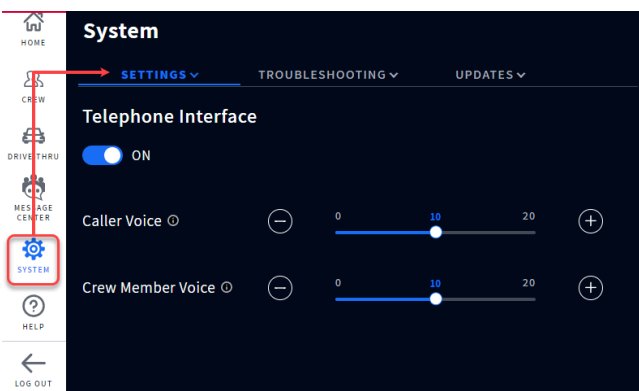

Fig. 12.4
2. Connectez-vous à la station de base et allez sur Système>Paramètres. Sélectionnez Interface téléphonique dans la liste déroulante, (Fig. 12.4). Mettez l'interrupteur en MARCHE et, si nécessaire, utilisez les curseurs pour régler les niveaux de volume.